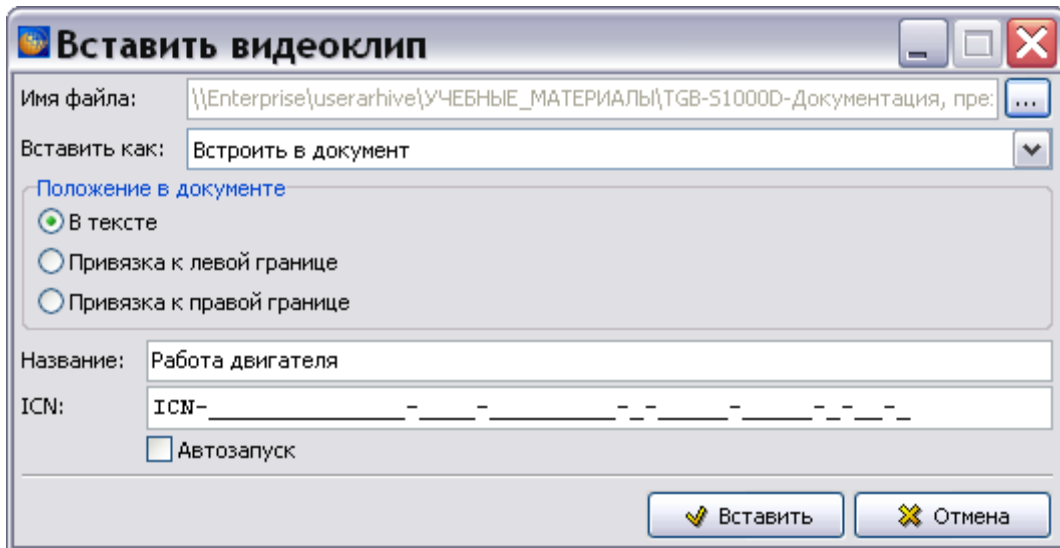

Рисунок 422
3) В окне **Открыть** выберите файл одного из форматов: avi, mpg, mpeg, mov (для вставки видео) / mp3, wav (для вставки аудио) и откройте его. После этого откроется окно **Вставить видеоклип / аудиоклип** (рисунок 422).